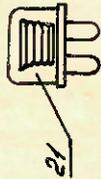

Рис. 1
3.3. Вид делителя со снятой крышкой показан на рис.1. Вид делителя напряжения со снятой крышкой.
2. Отвинтите винты, крепящие плату к корпусу (рис.1) и выньте прибор.